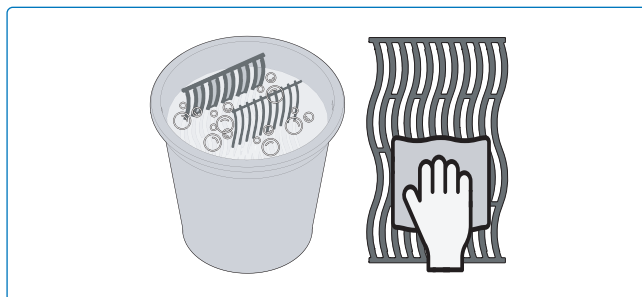

Fig. 17
2. Spoel af met heet water en droog grondig met een zachte doek om roest te voorkomen (Fig. 17).